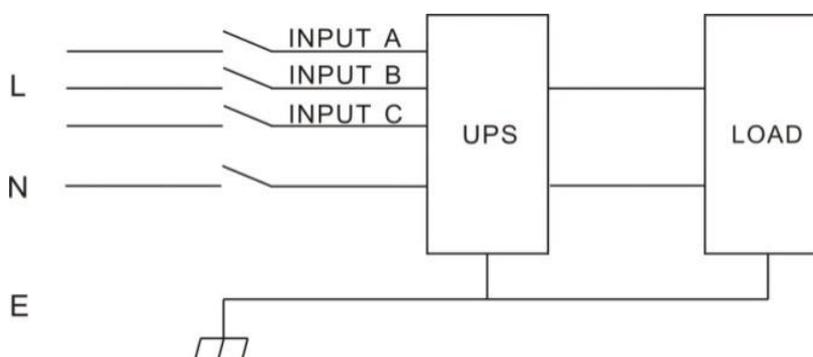

Fig. 4-1 Configuración de conexionado correcta
- Por el bien del usuario y de los equipos, por favor, asegúrese de utilizar la configuración energética correcta (Fig. 4-1 y Fig. 4-2).